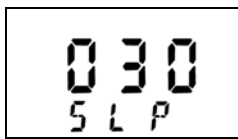

图 7
6.1 主画面模式下进入 SLP 设置接口(如图 7)后“SLP”闪烁,轻按飞梭旋钮进入睡眠时间调整,旋转飞梭旋钮可将睡眠时间设置为 OFF 或 1~240 分钟,设置完成后轻按飞梭旋钮退出,使用旋钮选择“Exit”接口保存并退出菜单
6.2 焊台进入睡眠状态(如图 7), 同时温度会逐渐下降到 200℃进入休眠状态。当需要进行焊接时, 按任意键唤起焊台, 焊台会升温到之前设置的温度后即可开始工作。